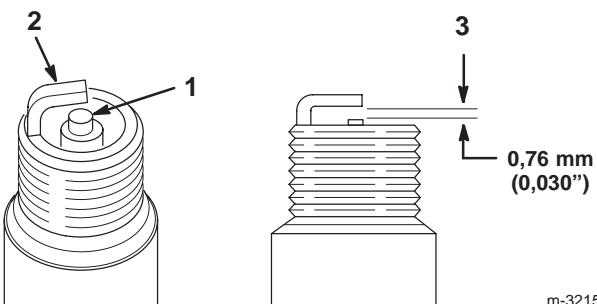

Figure 30
1. Inspectez le centre des bougies (Fig. 30). Si le bec de l'isolateur est recouvert d'un léger dépôt gris ou brun, le moteur fonctionne correctement. S'il est couvert d'un dépôt noir, c'est généralement signe que le filtre à air est encrassé.
2. Contrôlez l'écartement entre l'électrode centrale et l'électrode latérale (Fig. 30). Courbez l'électrode latérale (Fig. 30) si l'écartement est incorrect.